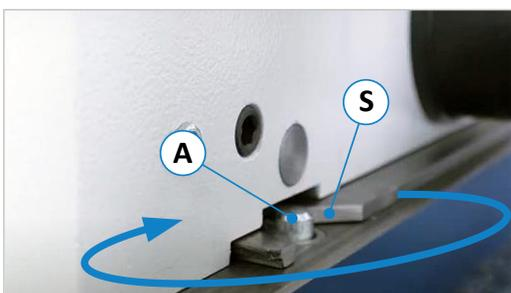

Figure 56 : enclencher le boulon
- Pour établir le parallélisme avec la table de la machine, tourner maintenant légèrement la butée jusqu'à ce que les pions de centrage cachés dans la vue, situés sur la face inférieure de la butée, s'enclenchent dans les trous (B) sur la table de la machine (bruit de clic), voir ⇒ Figure 56.